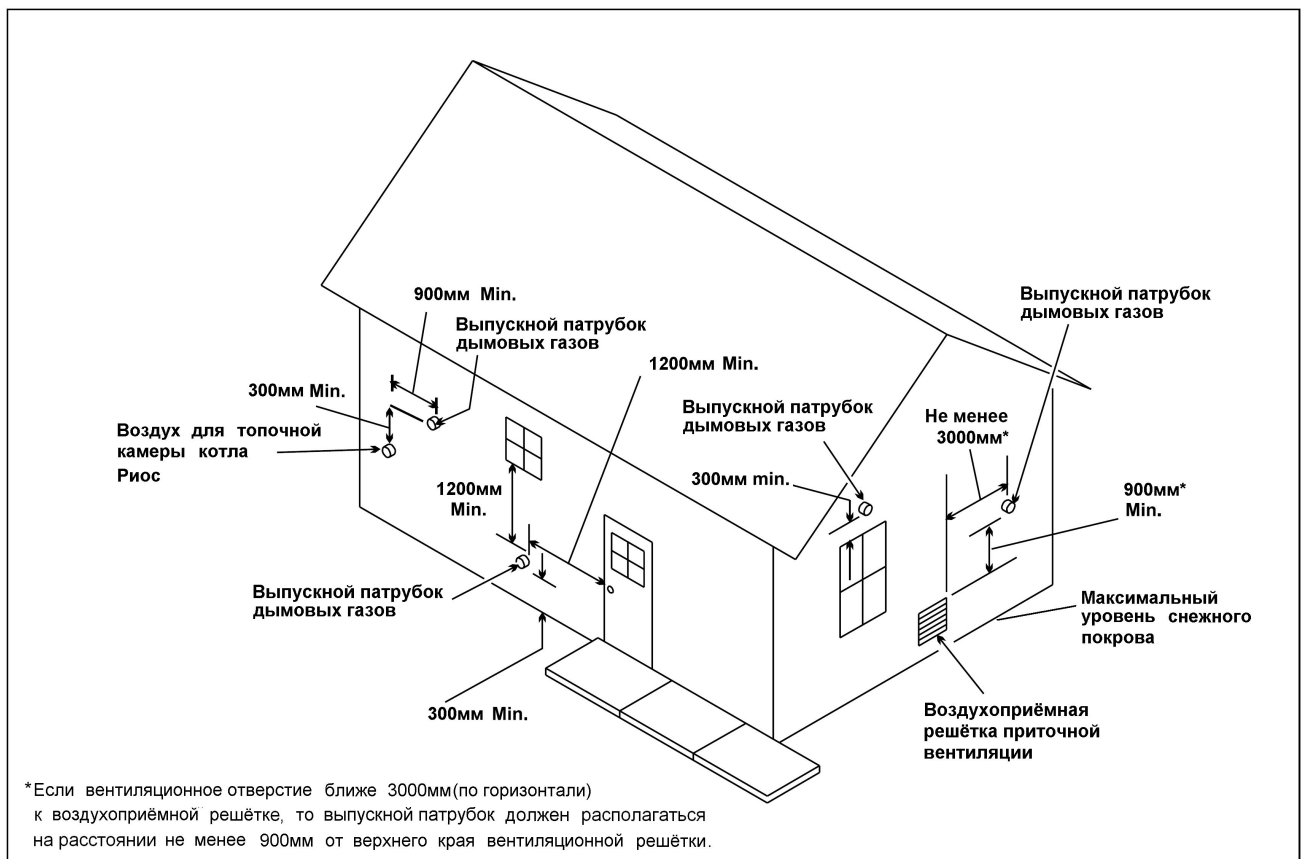

Рис.3. Подача воздуха и дымоудаление через стену здания.
Если дымоотведение от котла осуществляется через стену, должен быть применён комплект дымоходов (см.Табл.1). При этом комплект должен быть установлен в соответствии с местными санитарными нормами и правилами, а также расстояниями, указанными на Рис.3.
4. Если оголовок терминала дымовых газов расположен на той же стене, то он должен находиться на расстоянии не менее чем 0,9 м по горизонтали и на не менее чем 0,3 м выше оголовка терминала, подающего воздух для горения (см. Рис.3)